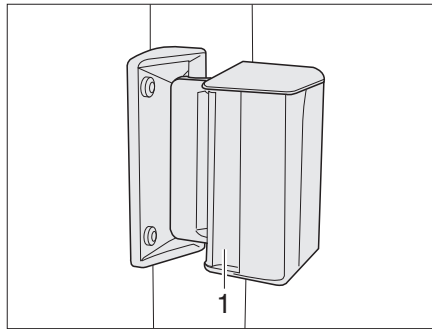

Fig. 63 Fenêtre coulissante
- Appuyer sur la poignée (Fig. 63,1) et la pousser ou tirer simultanément vers l'avant ou l'arrière.